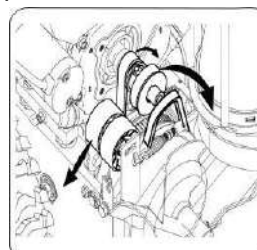

Рис.20
- б) Снимите приводной ремень со шкива двигателя. Рис.20.